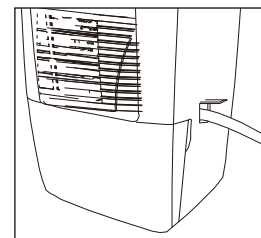

Fig.10c
- Remplacez le contenant dans l'appareil et assurez-vous qu'il y loge correctement. (fig. 10c)